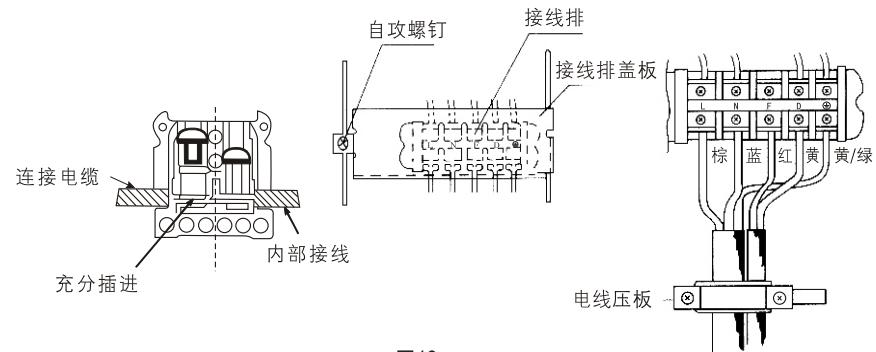

图16
- 连接电缆连接结束后，必须按图16所示装上接线排盖板。
(2) 电线连接顺序
- 分别按不同的线色充分插入相应规定的端子孔内并牢牢固定，如图15及图16所示。